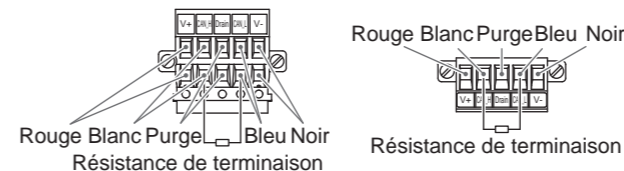

Figure 2
- (2) Nécessité d'une résistance à terminaison à chaque extrémité du segment de bus DeviceNet™ comme l'indique la Figure 2.